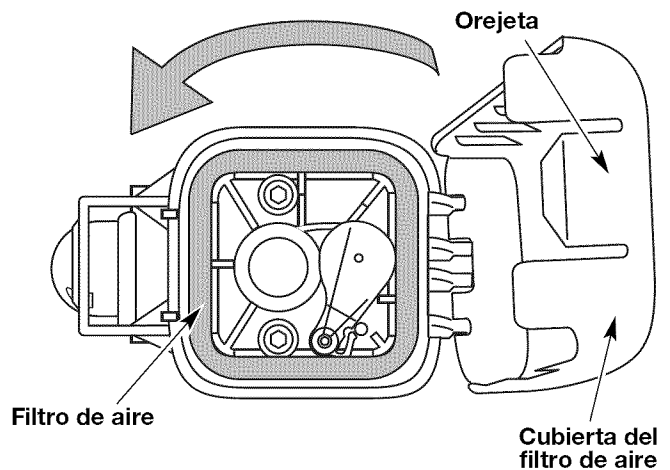

Fig. 26
8. Gire la tapa hacia izquierda hasta que la lengüeta de la placa posterior del filtro de aire se enganche en la ranura de la izquierda del filtro de aire (Fig. 26).